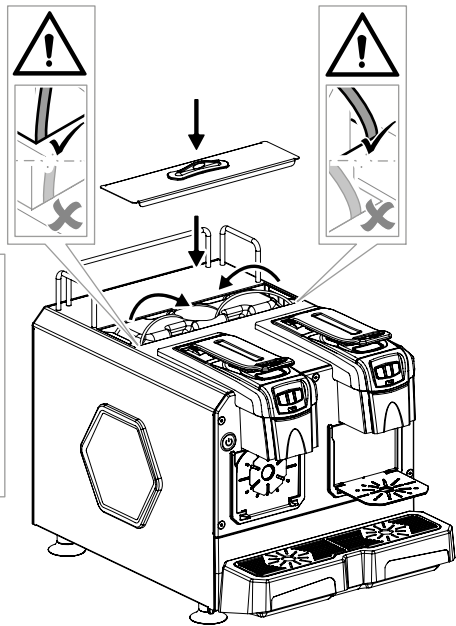

Fig. 7
- Inserire i due tubi di pescaggio all'interno del serbatoio dell'acqua (Fig.7).